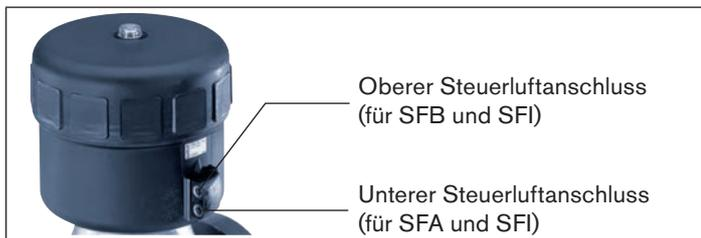

Bild 2: Steuerluftanschluss
→ Unteren Steuerluftanschluss mit Druckluft (Wert wie auf dem Typschild angegeben) beaufschlagen (siehe „Bild 2“). Dies ist erforderlich, damit sich die Membran vom Gehäuse löst und nicht beschädigt wird.
→ Unteren Steuerluftanschluss mit Druckluft (Wert wie auf dem Typschild angegeben) beaufschlagen (siehe „Bild 2“).
- Oberen Steuerluftanschluss mit Druckluft (Wert wie auf dem Typschild angegeben) beaufschlagen (siehe „Bild 2“).